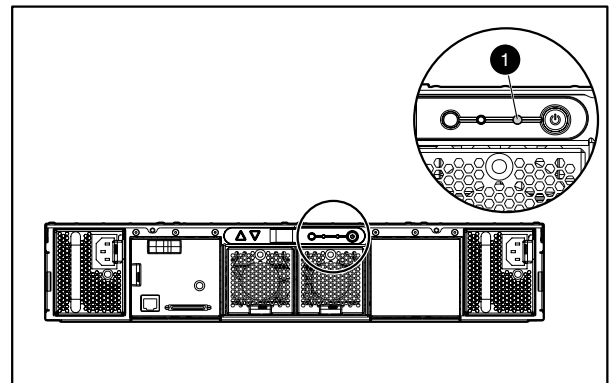

Figure 2 Indicatore di guasto del contenitore MSA20
- Su un MSA20, controllare l'indicatore di guasto del contenitore. Vedere la Figure 2. L'indicatore di guasto deve essere di colore ambra.